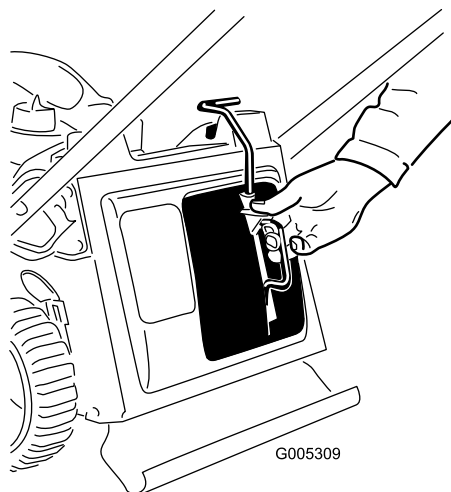
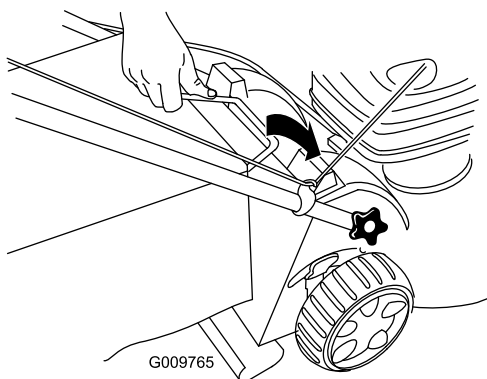

Figura 21
Figura 22
1. Installate il tappo mulching (Figura 21) o il cesto di raccolta (Figura 22) sulla macchina.